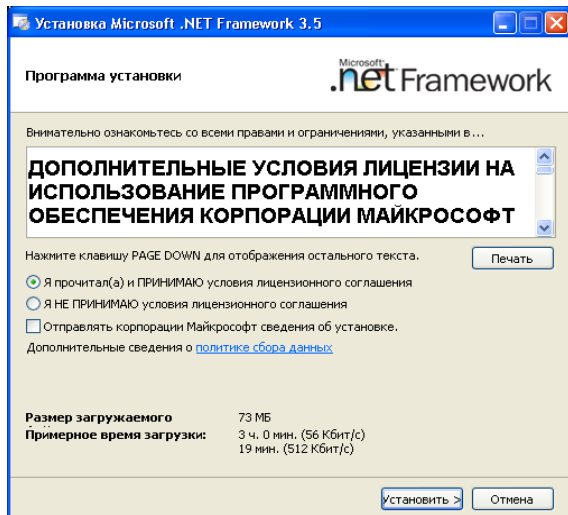

Рисунок 6.3
- 2) На экране появится окно (рисунок 6.3).